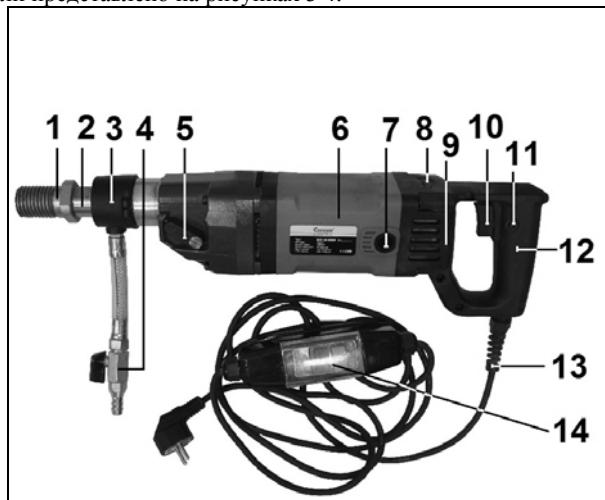

Рис. 3 Энкор ДАЭ-2 132Э (Арт. 48100)
### 7.1. Установка узла подачи воды и переходника (Рис. 3, 4).
- Для ДАЭ-2 132Э: Установите муфту (3), вверните в отверстие муфты (3) узел подачи воды (4). Вверните на шпindel (2) переходник (1) (Рис. 3). Убедитесь в надежности крепления переходника (1) и отсутствии внутри него стружки и строительного мусора.